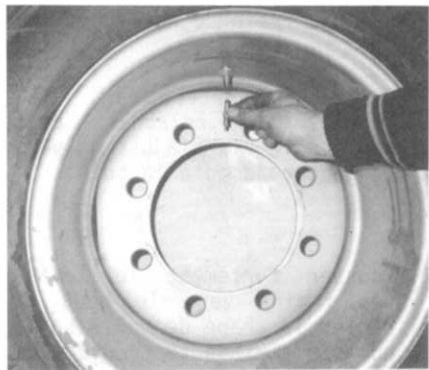

Bild 57
3. Ventileinsatz herausdrehen und Verbindungsmutter eindrehen (Bild 57).
3. Unscrew valve insert and screw-in connecting nut (fig. 57).
3. Dévisser la fourrure de la valve. Visser le raccord de connexion dans la valve (fig. 57).